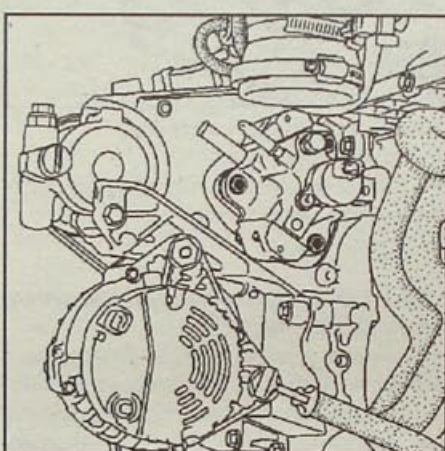

Рис. 4.56. Расположение болтов крепления насоса на многофункциональном кронштейне
- На несколько оборотов отверните три болта крепления насоса на многофункциональном кронштейне (рис. 4.56).